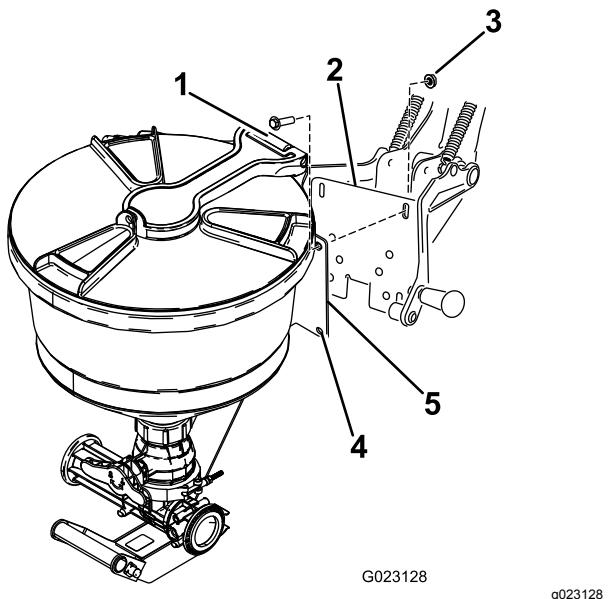

Рисунок 12
1. Совместите отверстия в монтажной пластине эдуктора с проемами в опоре люльки (Рисунок 12).
2. Установите эдуктор (Рисунок 12) на опорную пластину с помощью 4 болтов (3/8 x 1 дюйм) и контргаек (3/8 дюйма).